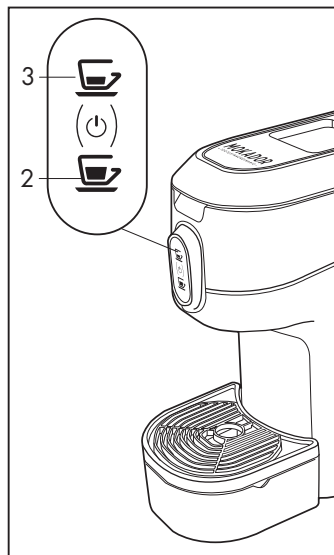

Fig. 4
- Allumer la machine en appuyant sur le symbole (2) ou (3), ou simultanément sur les deux symboles, (2) et (3) (**Fig. 4**). Les symboles (2-3) clignotent jusqu'à ce que la température soit atteinte ; quand les symboles (2-3) s'allument fixe, la machine est prête à fonctionner.
Pour utiliser à nouveau la machine, appuyer sur un symbole de distribution (2-3) et attendre la fin du chauffage : les symboles de distribution (2-3) clignotent jusqu'à ce que la température soit atteinte ; quand les symboles (2-3) s'allument fixe, la machine est prête à fonctionner (**Fig. 4**).
La machine peut être éteinte en maintenant enfoncé simultanément pendant 3 secondes les symboles (2-3) (**Fig. 4**).
- S'assurer de l'absence de capsules à l'intérieur de la machine et de la présence d'eau dans le réservoir (8) ; allumer la machine en appuyant sur le symbole (2) ou (3), ou simultanément sur les deux symboles, (2) et (3) (**Fig. 4**).